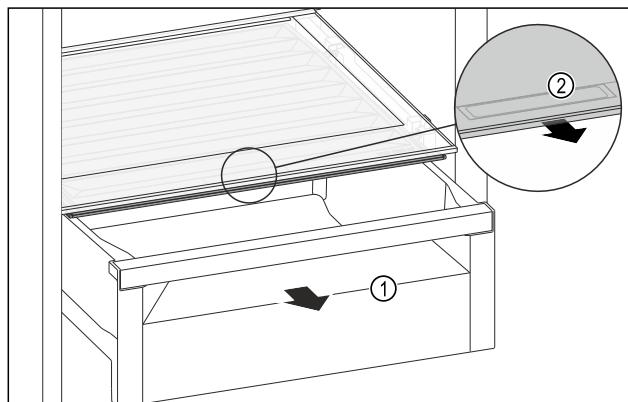

Fig. 110
- Извлеките выдвижной ящик *Fig. 110 (1)*.
- Возьмитесь за утопленную ручку *Fig. 110 (2)* на крышке отделения и одновременно потяните крышку отделения вперед.